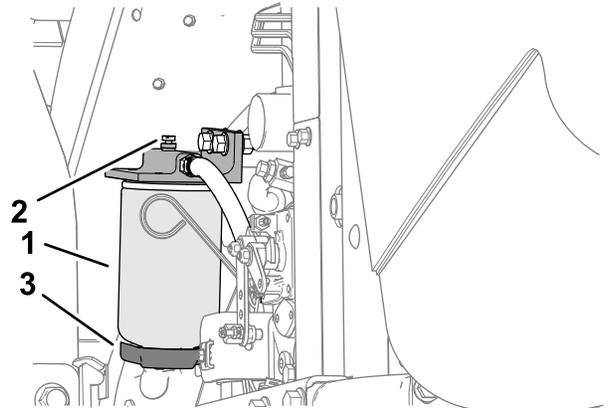

图 73
4. 松开过滤器过滤筒底部的排油阀 (图 73)。
3. 清洁滤清器过滤筒的安装区域 图 73。